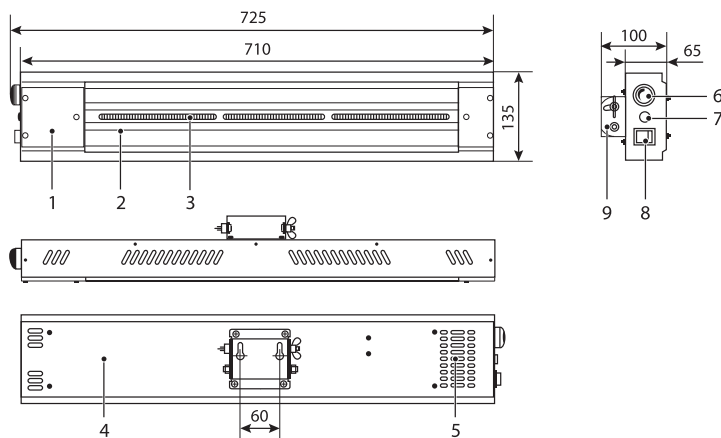

Рис. 1.
2. Прикрутите кронштейн к корпусу обогревателя таким образом, чтобы расположение отверстий для монтажа на стену совпадало с рис. 1.
3. На стене с помощью уровня и рулетки (линейки) следует разметить отверстия для монтажа обогревателя. Размеры для разметки приведены на рис. 1.